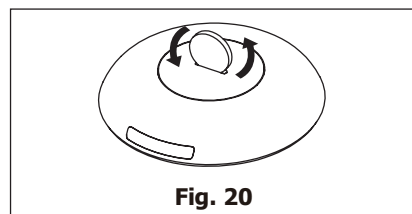

Fig. 20
2. Bruk en mynt eller lignende for å rotere bakdekselet mot klokken for å åpne det. (Fig. 20 og 21)